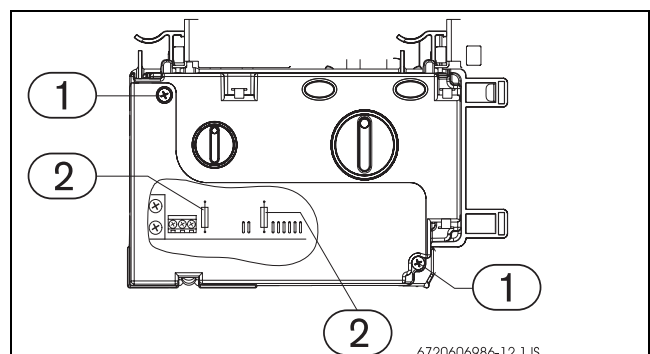

Fig. 20 Caixa de comando
- ▶ Retirar os parafusos da caixa (Fig. 20, pos. 1) e retirar a tampa.
- ▶ Substituir os fusíveis (Fig. 20, pos. 2).